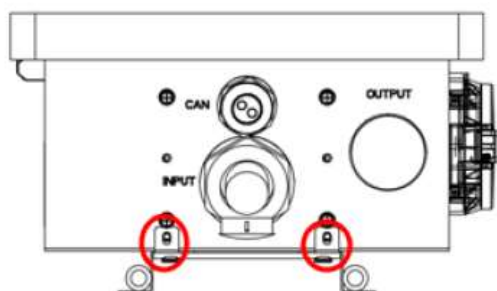

Figura 17 – Fissaggio a parete
- 4) Incastrare, come da Figura 17, la stazione sul supporto